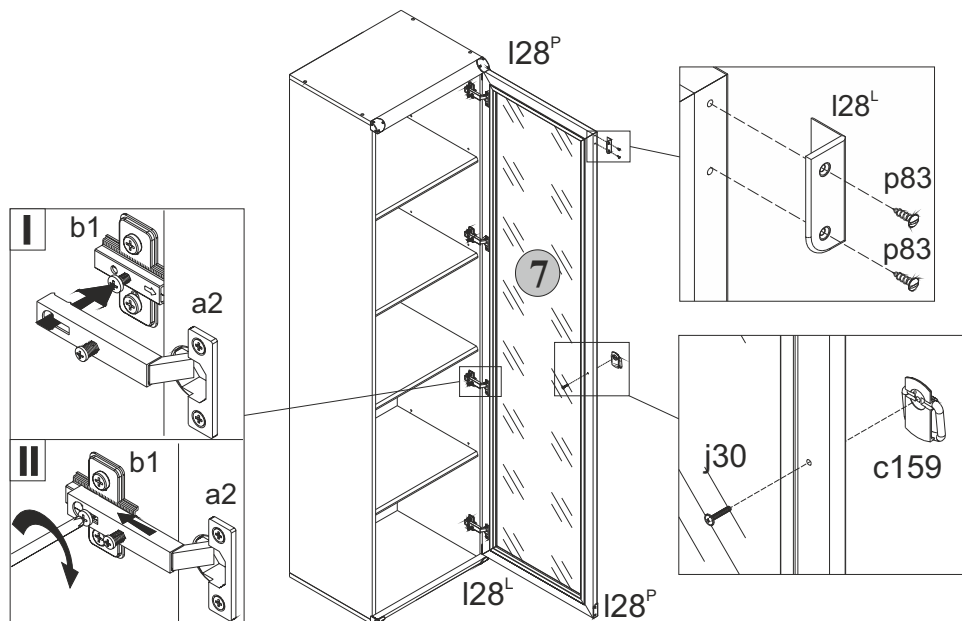

Рис. 3
5.13 Положить дверь со стеклянной вставкой **7** фасадной поверхностью вниз на ровную поверхность. Закрепить на двери петли шарнирные **a2**, пользуясь крестообразной отверткой (**см.рис.3**).
5.14 Навесить дверь на корпус шкафа, совместив петли шарнирные **a2** с направляющими петель **b1** (**см.рис.3**). При необходимости отрегулировать положение дверь вращая регулировочные винты, как показано на **рисунке 3**.